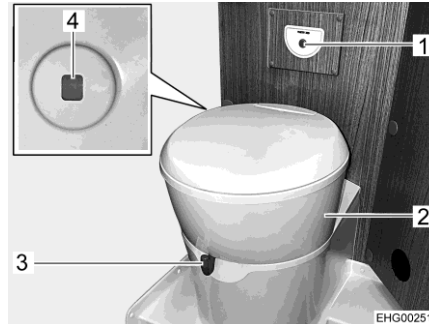

Fig. 129 Inodoro
La taza del inodoro se podrá girar a la posición deseada. Para ello, agarrar la parte superior (Fig. 129,2) del inodoro con ambas manos y girarla.
La unidad de mando con el botón del inodoro (Fig. 129,1) está instalado cerca de la taza del inodoro.
El color del indicador de nivel de llenado (Fig. 129,4) cambiará de color verde a rojo cuando se debe vaciar el depósito de aguas fecales.
- Antes del lavado, abrir la corredera del inodoro. Para ello, empujar la palanca de corredera (Fig. 129,3) en sentido contrario a las agujas del reloj.
- Para lavar, pulsar el botón del inodoro azul (Fig. 129,1).